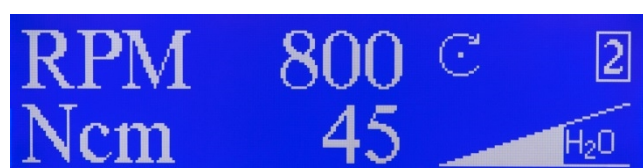

Fig. 6
Et typisk eksempel på en trin ② displayvisning er vist i Fig. 6.